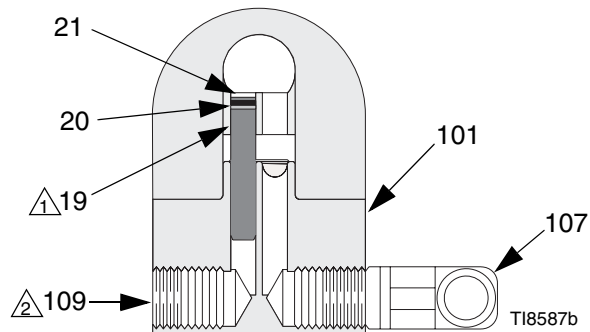

FIG. 3: Se representa un sistema sin circulación (vista de corte)
1. Vea FIG. 3. Aplique lubricante anti-agarrotamiento 222955 a las roscas y a las superficies de acoplamiento del colector (101), un tapón (109) y un codo (107), que se suministran desarmados.
2. Instale un codo (107) en uno de los orificios de fluido del colector (101) y un tapón (109) en el otro.
3. Instale el tapón interno (5) en el orificio de fluido de la pistola del mismo lado que el tapón del colector.
4. Conecte la línea de suministro de fluido al codo de entrada de fluido (107).
5. Instale la pistola en el colector utilizando los cuatro tornillos (13). Comience a enroscar los cuatro tornillos. Apriete primero los dos tornillos delanteros y después los dos traseros. Apriete los cuatro tornillos uniformemente a un par de 65 in-lb (7,3 N•m).